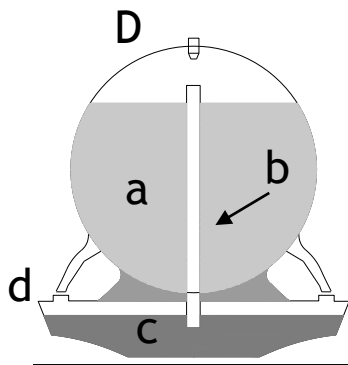

Figura 1.15 Lámpara de aceite de Philon de Bizancio.
- 3.- La figura 1.15 muestra un sistema de regulación de nivel de una lámpara de aceite construido por Philon de Bizancio, investigue como operaba dicho sistema. Determine cuál es la variable de entrada y salida del mismo, determine si se trata de un sistema de lazo abierto o cerrado, justifique su respuesta.